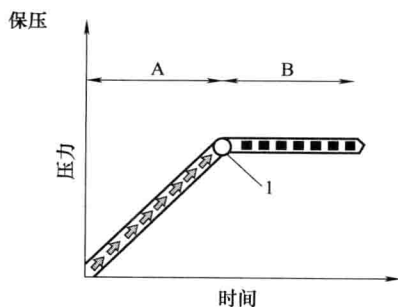

图 1-13 ABS 阶段一保压
当制动器结合 (A) 并且 ECU 检测到一个车轮达到开始抱死的临界点 (1) 时, HCU 将控制该车轮的制动液压力以保持制动液压力 (B) 和防止车轮抱死, 如图 1-13 所示。